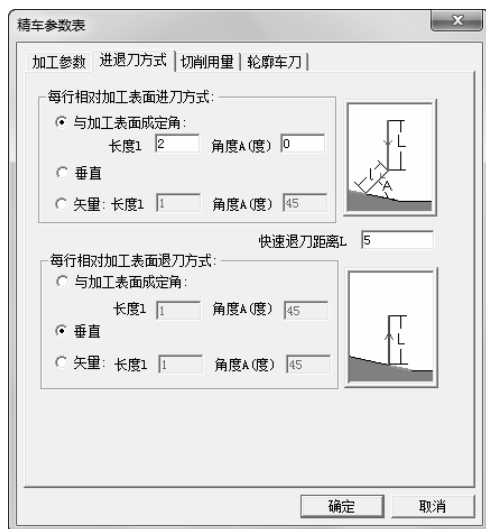

图 6-137 精车外圆进退刀方式参数设定
2) 单击“进退刀方式”选项卡，如图 6-137 所示。设置具体参数如下：每行相对加工表面进刀方式：与加工表面成定角，长度 1：2，角度 A：0；每行相对加工表面退刀方式：垂直；快速退刀距离 L：5。